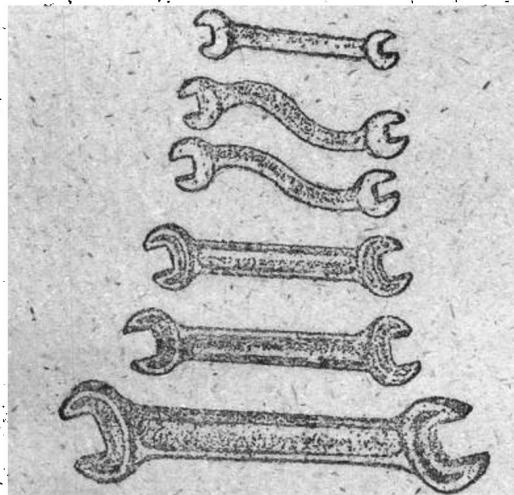

图10 开口扳手
①开口扳手：有双头和单头的两种，用来拆装一般的螺絲；为了在受限制的位置中便利工作起見，扳手的开口和它的本体常具有一个角度，通常用的是 15° 或 90° （如图10）。